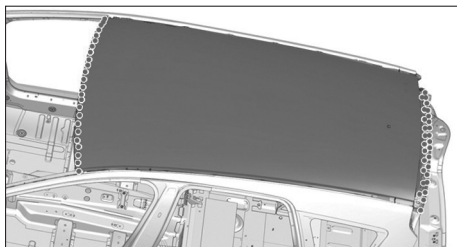

FIG. 135
- par points électriques (Fig.135),